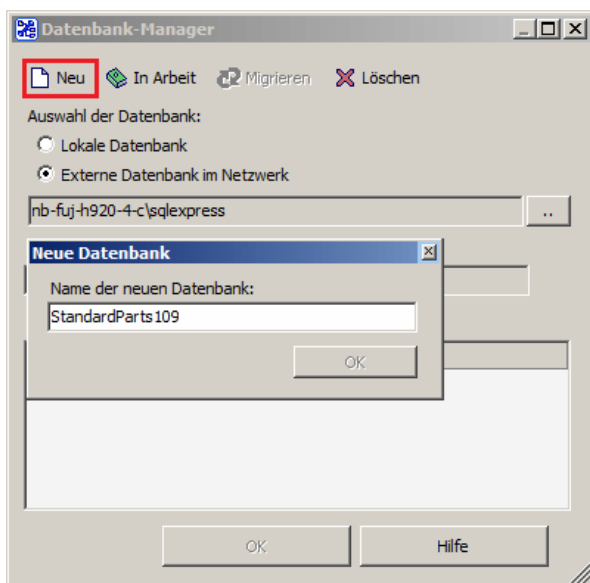

Abbildung 19
- 4.5. Erstellen Sie eine neue Datenbank und geben dieser einen eindeutigen Namen (Abb. 19) und bestätigen Sie die Erstellung mit **OK**.